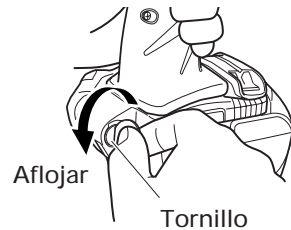

Fig. 6
- (a) Sujete firmemente la unidad principal y saque el tornillo usando un destornillador de cabeza ranurada o una moneda. (Fig. 6)
- (c) Instale el gancho y el resorte en el otro lateral y asegure firmemente con el tornillo. (Fig. 6)